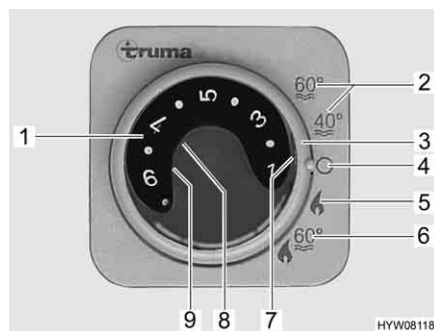

Fig. 64 Centralina di controllo per riscaldamento/boiler
- Impostare la modalità di funzionamento tramite l'interruttore girevole (Fig. 64,3).
A seconda della temperatura ambiente desiderata, il riscaldamento seleziona automaticamente il livello del bruciatore necessario. Al raggiungimento della temperatura ambiente desiderata, il bruciatore si spegne. Durante la modalità di funzionamento "Riscaldamento e boiler" (Fig. 64,6) è riscaldata anche l'acqua nel boiler. Nella modalità di funzionamento "Riscaldamento senza boiler" (Fig. 64,5) è possibile far funzionare il riscaldamento con il boiler vuoto.
- Impostare la manopola della temperatura (Fig. 64,1) sulla centralina di controllo scegliendo la potenza desiderata.
- Posizionare l'interruttore girevole (Fig. 64,3) su funzionamento invernale "Riscaldamento senza boiler" (Fig. 64,5) o "Riscaldamento e boiler" (Fig. 64,6).
Si accende la spia verde di controllo (Fig. 64,7).
- Posizionare l'interruttore girevole (Fig. 64,3) su "O" (Fig. 64,4).